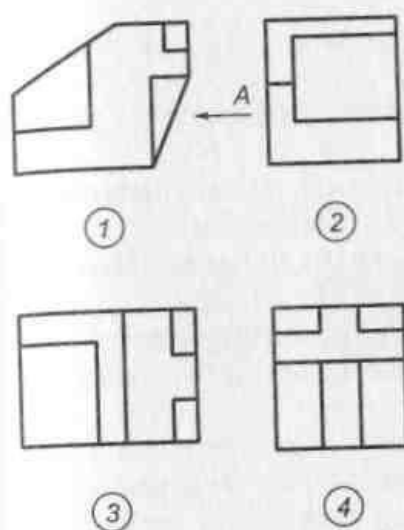

Рис. 46
3.19. Указать на рис. 46 номер вида, который должен быть обозначен буквой *A*.